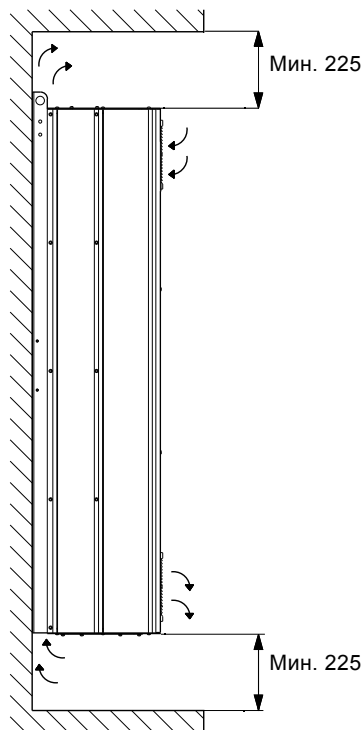

Рис. 3 Направление воздушного потока и необходимое пространство для охлаждения
- Достаточное свободное пространство над и под преобразователем частоты CUE для циркуляции воздуха и подключения кабелей. См. рис. 3.